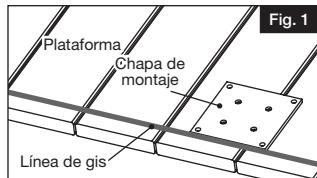

Fig. 1
- Determinar la ubicación deseada del barandal y marcar una línea sobre la superficie de montaje para comprobar que todos los postes queden alineados correctamente (Fig. 1).
Mida la distancia entre los postes y reste $\frac{1}{2}$ " (1,27 cm) (Fig. 1).